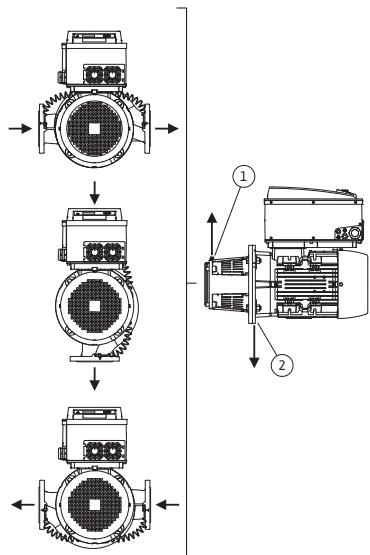
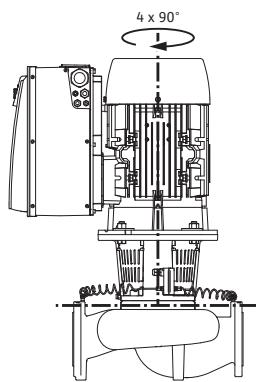

Fig. 18: Godkjente monteringsposisjoner med horisontal motoraksel
Fig. 19: Godkjente monteringsposisjoner med vertikal motoraksel
De godkjente monteringsposisjonene med horisontal motoraksel og elektronikkmodulen oppover (0°) er fremstilt i fig. 18. De godkjente monteringsposisjonene med elektronikkmodul montert på siden ($+/- 90^\circ$) er ikke avbildet. Alle monteringsposisjoner med unntak av «Elektronikkmodul nedover» (-180°) er tillatt. Lufting av pumpen er bare garantert hvis lufteventilen peker oppover (fig. 18, pos. 1).
Bare i denne posisjonen (0°) kan oppsamlet kondens føres målrettet bort via en tilgjengelig boring, pumpelaterne samt motor (fig. 18, pos. 2).
De godkjente monteringsposisjonene med vertikal motoraksel er fremstilt i fig. 19. Alle monteringsposisjoner med unntak av «Motor nedover» er tillatt.
- Lufteventilen på laternen (fig. 6, pos 1.31) skal alltid peke oppover ved horisontal motoraksel (Fig. 6a.). Ved vertikal motoraksel er alle orienteringer tillatt. Se også Fig. 18: «Godkjente monteringsposisjoner med horisontal motoraksel» på side 18 evt. Fig. 19: «Godkjente monteringsposisjoner med vertikal motoraksel» på side 18.
- Ved horisontal motoraksel må kondenshullene posisjoneres på undersiden (fig. 18, pos. 2). Ellers må motoren dreies til respektiv posisjon.